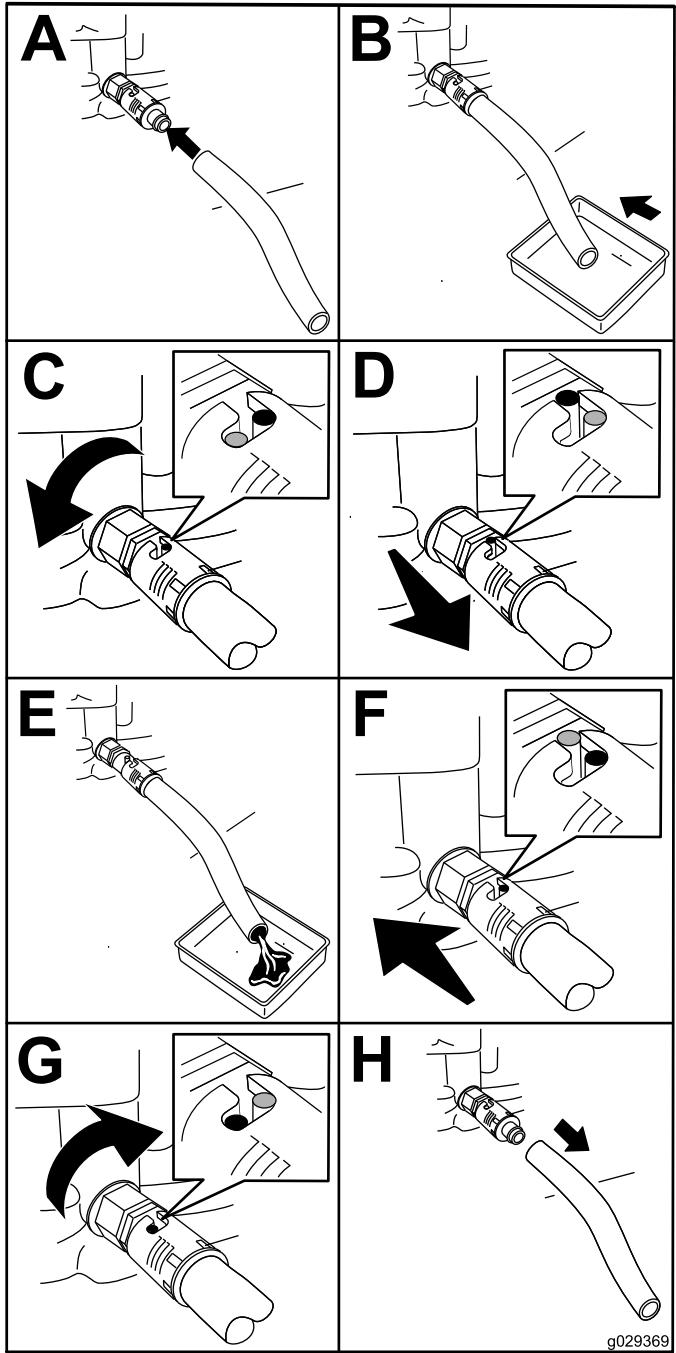

Figura 42
- Scurgei uleiul din motor (Figura 42).